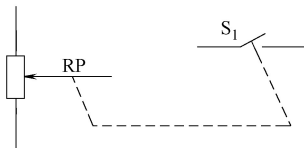

图 5-20 带开关电位器电路符号
4. 带开关电位器电路符号（见图 5-20， $S_1$  是附在 RP 上的开关）